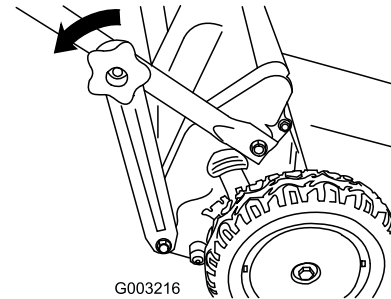

Bild 42
1. Nehmen Sie die Handräder am unteren Griff ab und nehmen Sie die Halterungen an beiden Seiten von dem unteren Ende des Griffs ab (Bild 42).